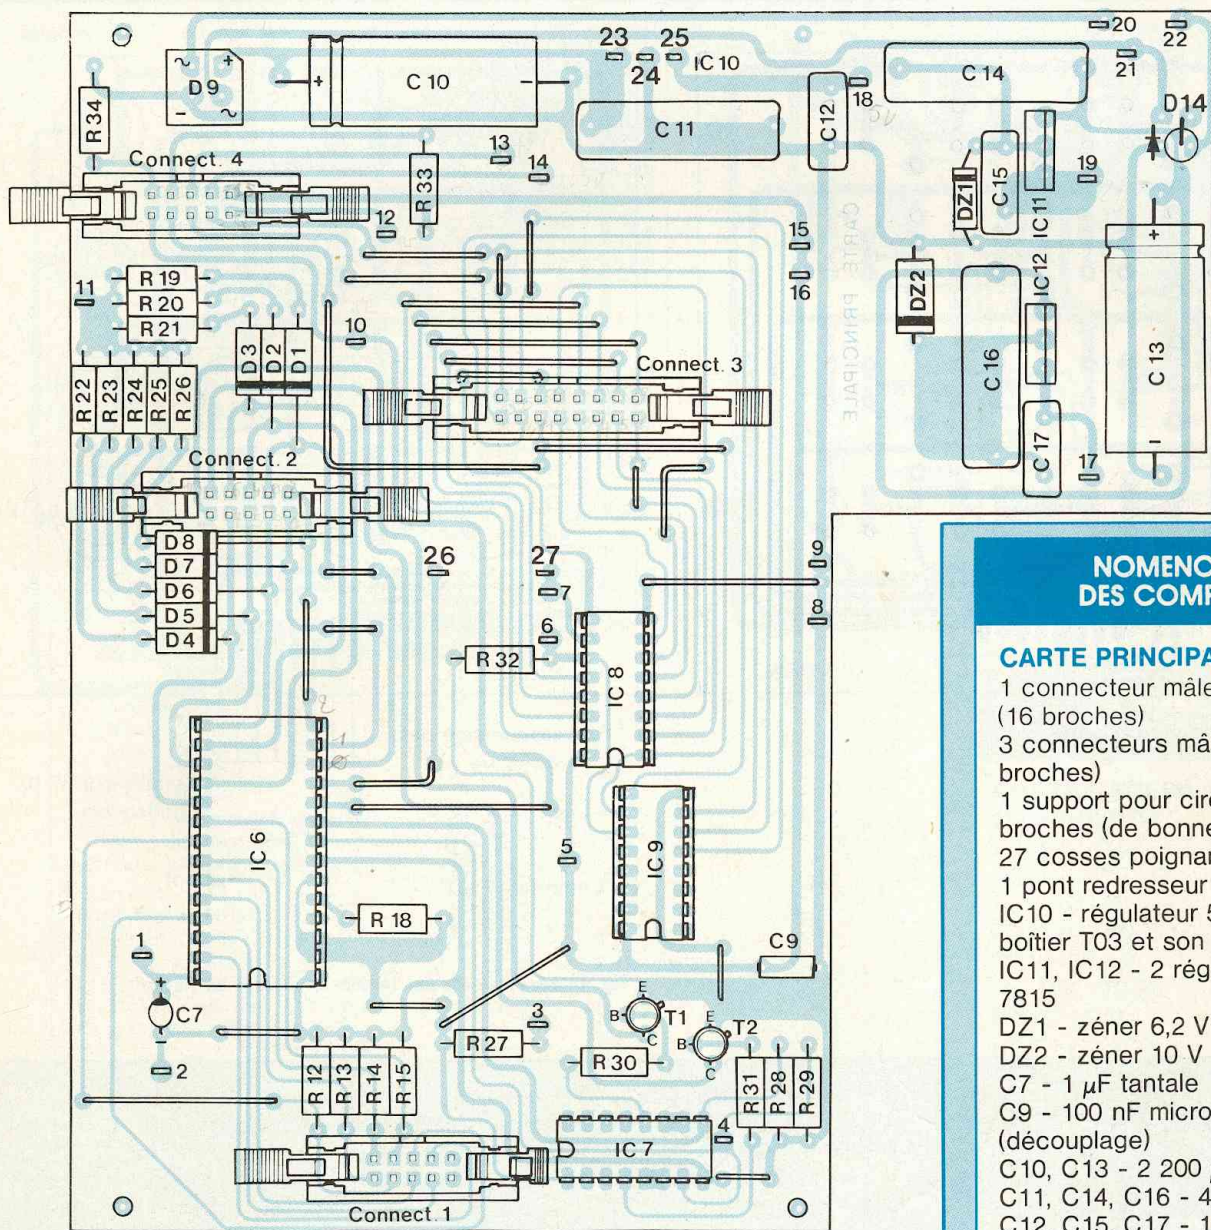

Fig. 14
a. Carte principale (figure 14)
Fig. 14 bis : Montage des touches et câblage du clavier.
b. Circuit "Clavier" (figure 14 bis)